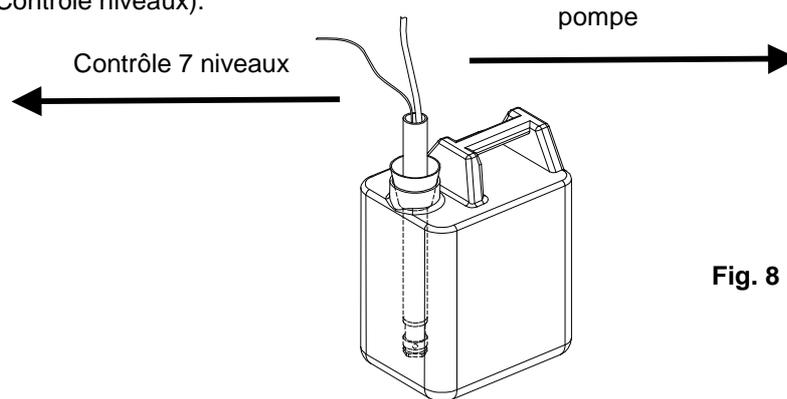

Fig. 8
- Introduire les lances d'aspiration dans les bidons (**Fig. 8**) et les raccorder avec des tuyaux  $\varnothing = 8 \times 12$  mm aux pompes relatives. Serrer les tuyaux avec les colliers métalliques fournis avec l'appareil.